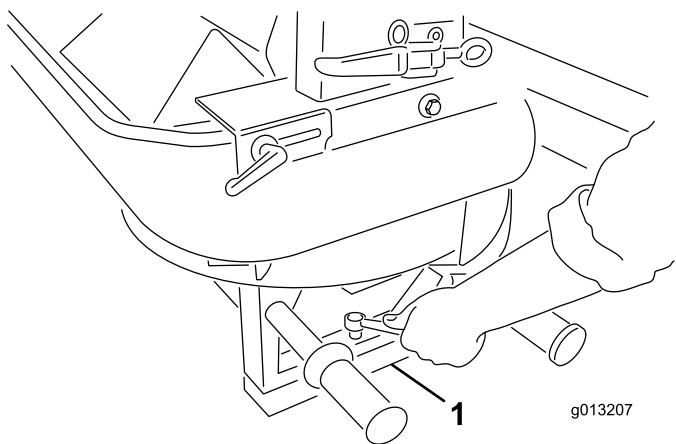

図 6
5. ツインスピナーの脚部からねじ4本を取り外す。二人掛かりでツインスピナーを持ち上げ、出荷用のスタッドや保護材を取り除く 図 6。